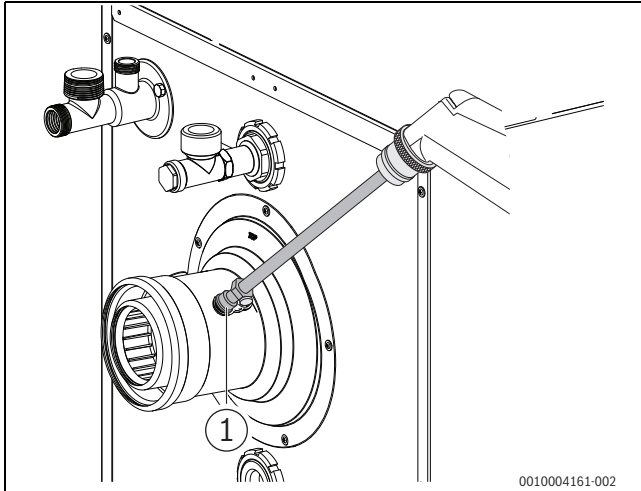

Bild 52 Messwerte aufnehmen
- Messfühler durch die Messöffnung (→ Bild 52, Seite 30) im Abgasrohr in den Kernstrom halten und CO2 / O2-Gehalt kontrollieren.
- ▶ Messfühler durch die Messöffnung (→ Bild 52, Seite 30) im Abgasrohr in den Kernstrom halten und CO2- / O2-Gehalt kontrollieren.